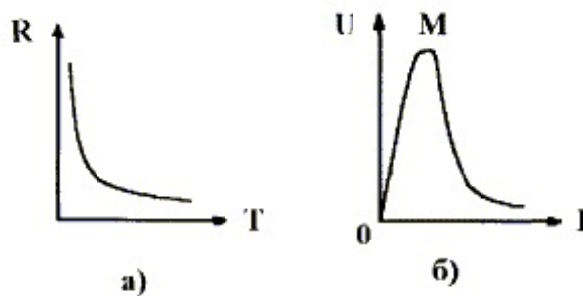

Рис.2.11
**Терморезисторы** - это полупроводниковые резисторы, сопротивление которых меняется в зависимости от температуры (рис. 2.11, а)
Вследствие нелинейности температурной характеристики вольт - амперная характеристика ( ВАХ ) будет также нелинейной ( рис. 2.11,б ). При малых токах ВАХ практически линейна ( участок ОМ ), поскольку мощность, выделяемая в терморезисторе, недостаточна для того, чтобы заметно нагреть его. При больших токах сопротивление резистора уменьшится, что сопровождается уменьшением напряжения на нем.